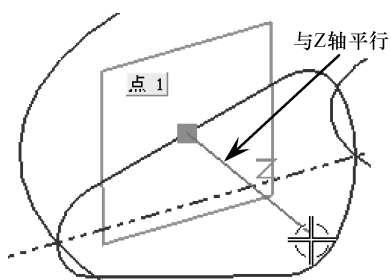

图 5-18 创建直线
- 15 使用【点】命令,以默认的支持平面,在吊钩组合截面曲线上创建出平行于 Z 轴(支持平面)的直线特征,如图 5-18 所示。